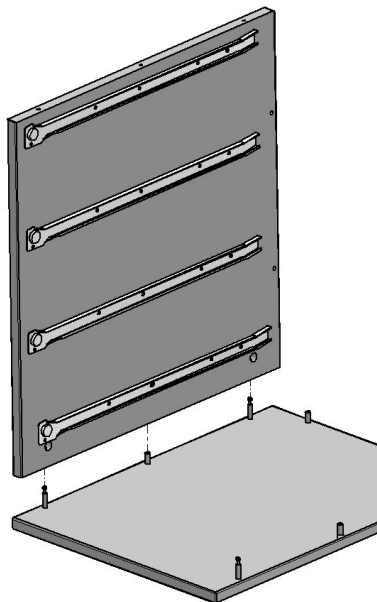
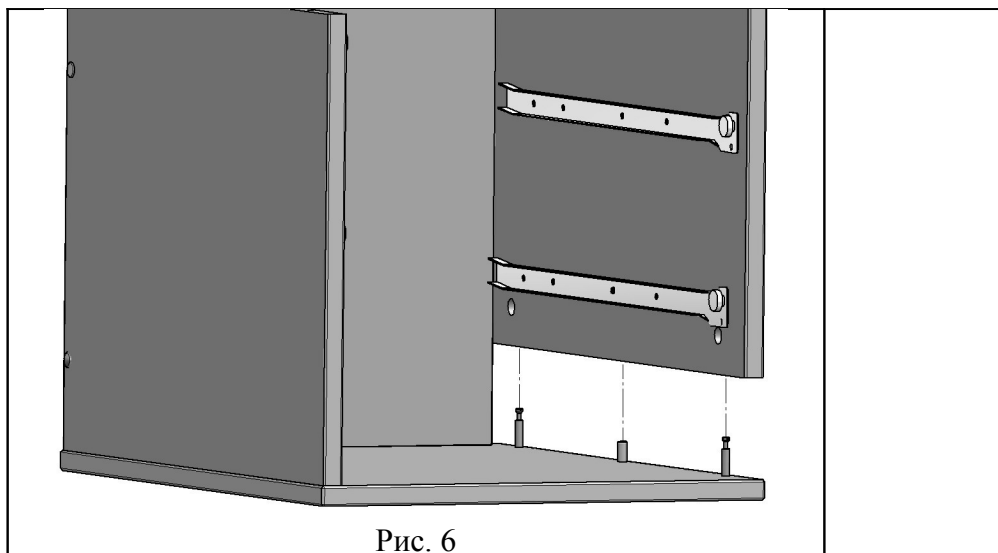

Рис. 4
Рис. 6
4.1.4. На сборку по п. 4.1.1. сверху установить стенку боковую правую с направляющими (сборка по п. 4.1.3) (см. рис. 4). В отверстия стенки боковой правой вставить эксцентрик EC03ZL/18 (поз. 18) стрелкой в направлении плиты верхней и повернуть эксцентрик по часовой стрелке  $180^\circ$  max. (См. рис. 4а, 4б).
Рис. 4а
4.1.6. В сборку по п. 4.1.5. сверху установить стенку боковую левую с направляющими (сборка по п. 4.1.2) (см. рис. 6). В отверстия стенки боковой правой вставить эксцентрик EC03ZL/18 (поз. 18) (рис. 6а) стрелкой в направлении плиты верхней и повернуть эксцентрик по часовой стрелке 180° max. (См. рис. 4а, 4б)
Рис. 6а